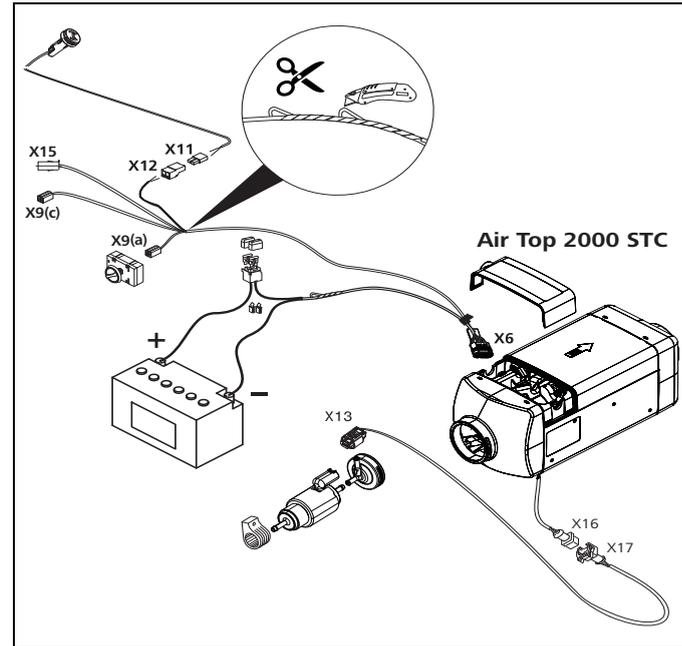
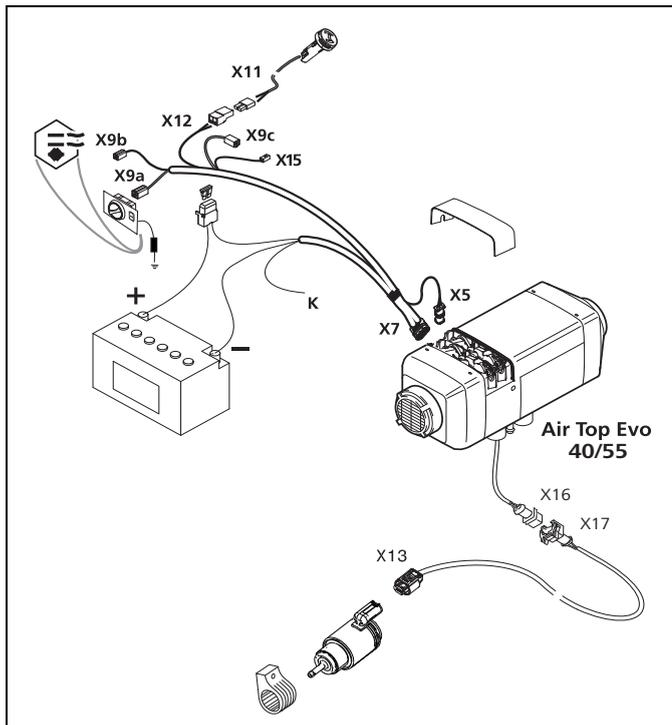

Рис. 32 Электрическая проводка Air Top 2000 STC
Рис. 33 Электрическая проводка Air Top Evo 40 / Air Top Evo 55
На Рис. 32 и Рис. 33 показана электрическая проводка для Air Top 2000 STC и Air Top Evo 40 / Air Top Evo 55
- В жгуте проводов Air Top Evo 40 / Air Top Evo 55 есть провод К (Рис. 33, красный/чёрный (rt/sw)) для опционального включения/выключения разъединителя аккумуляторной батареи или дополнительной индикации. Если это не требуется, то изолируйте конец этого провода.